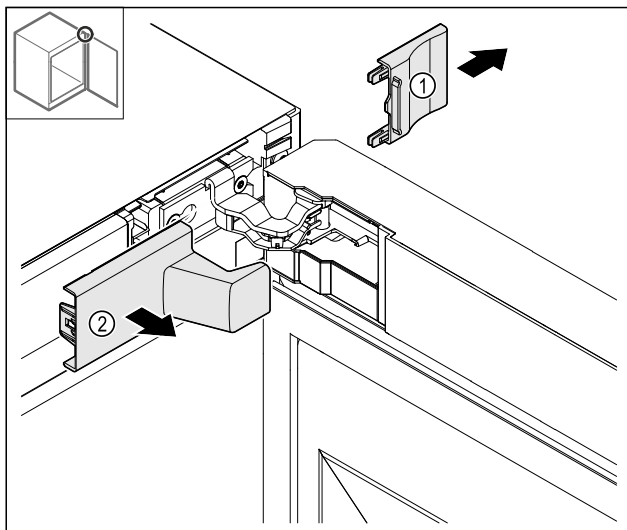

Fig. 14
- Retirar la cubierta Fig. 14 (1) y, a continuación, Fig. 14 (2).